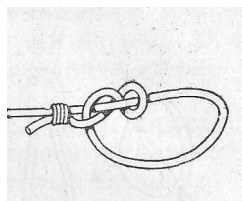

Рис. 38. Узел на буксирном тресе.
*Узел на буксирном тросе* (рис. 38). Обычно выполняется на швартовых и других толстых тросах. Он прост в исполнении и надежен. Бензель накладывается отрезком флаглиня, бросательного лinya или прядью подходящей толщины.